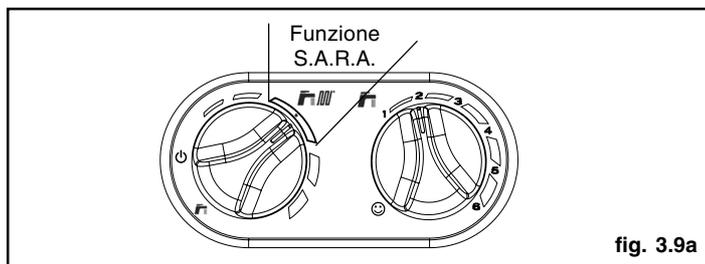

fig. 3.9a
Funzione Sistema Automatico Regolazione Ambiente (S.A.R.A.) fig. 3.9a
- Lampeggiante veloce (frequenza 0,1 secondo acceso - 0,1 secondo spento durata 0,5) ingresso/uscita funzione S.A.R.A. (Sistema Automatico Regolazione Ambiente) - Fig. 3.9a.